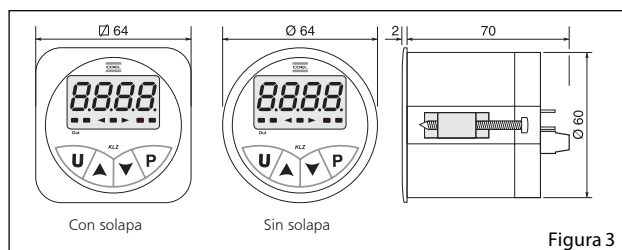

Figura 3
1. Hacer una abertura en el panel de acuerdo con las medidas indicadas en la figura 3.